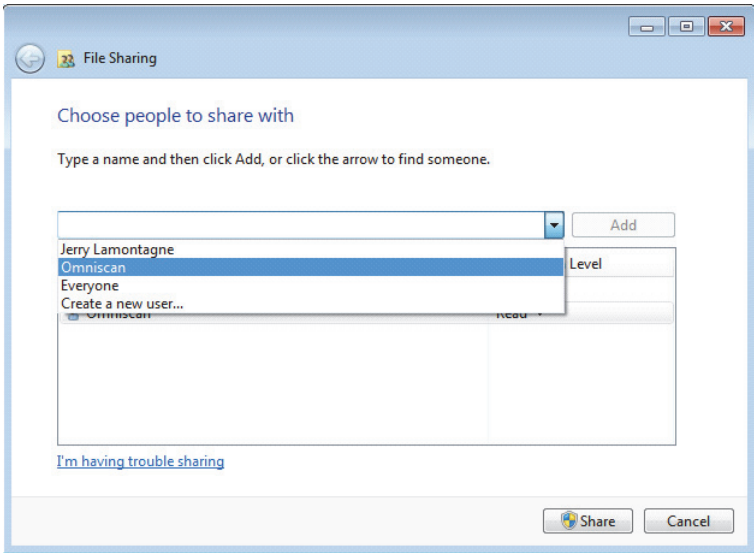

图 7-28 文件共享对话框（Windows 7）
5. 在 **File Sharing**（文件共享）对话框中（参见第 196 页的图 7-28），选择 **Omniscan**，然后点击 **Add**（添加）。